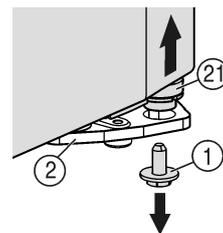
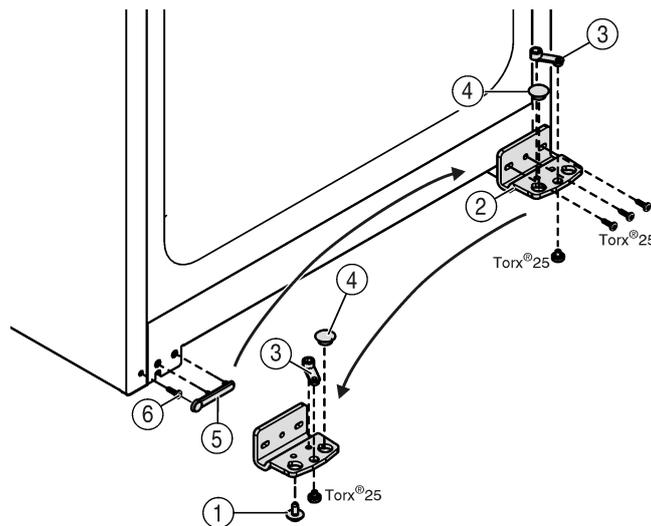

Fig. 5
Fig. 6
- ▶ V pravo dolu na konzole ložiska vyskrutkujte poistnú skrutku Fig. 5 (1).
- ▶ Čap ložiska Fig. 5 (21) sa uvoľní z konzoly ložiska Fig. 6 (2).
- ▶ V prípade, že sa čap ložiska Fig. 5 (21) neuvoľní, čap vytlacite zdola.
- ▶ Odskrutkujte ložiskovú konzolu Fig. 6 (2).
- ▶ Ložiskový diel Fig. 6 (3) odskrutkujte a premiestnite ho do protiahlého otvoru uloženia ložiskovej konzoly, opäť priskrutkujte.
- ▶ Trň Fig. 6 (4) vyberte z ložiskovej konzoly a premiestnite ho do protiahlého otvoru uloženia ložiskovej konzoly.
- ▶ Opatrne odoberte kryt Fig. 6 (5) na strane držadla.
- ▶ Vyskrutkujte skrutku Fig. 6 (6) a zaskrutkujte na opačnej strane.
- ▶ Opäť nasadte kryt Fig. 6 (5).
- ▶ Ložiskovú konzolu Fig. 6 (2) pevne naskrutkujte na novej strane závesu (s ťahovacím momentom 4 Nm), príp. pomocou akumulátorového skrutkovača.
- ▶ Poistnú skrutku Fig. 5 (1) zaskrutkujte dolu do ložiskového čapu a dotiahnite (**s uťahovacím momentom 4 Nm**).